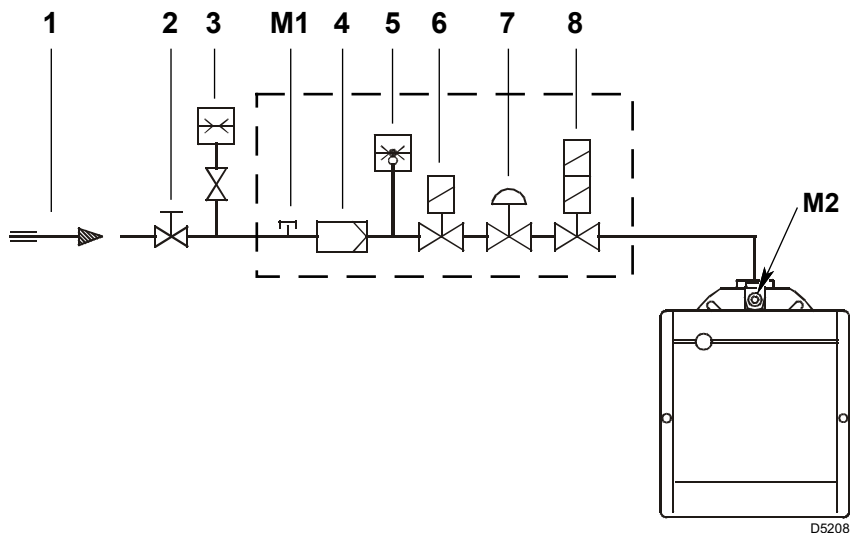

Fig. 16
Legenda (Fig. 16)
Pressione del gas misurata alla presa M2)(Fig. 16 a pag. 18), con:
- sottrarre dalla pressione del gas alla presa M2)(Fig. 16 a pag. 18) la pressione in camera di combustione.
$$\begin{aligned} \text{Pressione del gas alla presa M2)(Fig. 16 a pag. 18)} &= 13 \text{ mbar} \\ \text{Pressione in camera di combustione} &= 2,2 \text{ mbar} \\ 13 - 2,2 &= 10,8 \text{ mbar} \end{aligned}$$
Per conoscere invece la pressione del gas necessaria alla presa M2)(Fig. 16 a pag. 18), fissata la potenza massima di modulazione alla quale si desidera funzioni il bruciatore:
- Leggere sulla destra, colonna 1, la pressione alla presa M2)(Fig. 16 a pag. 18).
pressione necessaria alla presa M2)(Fig. 16 a pag. 18).